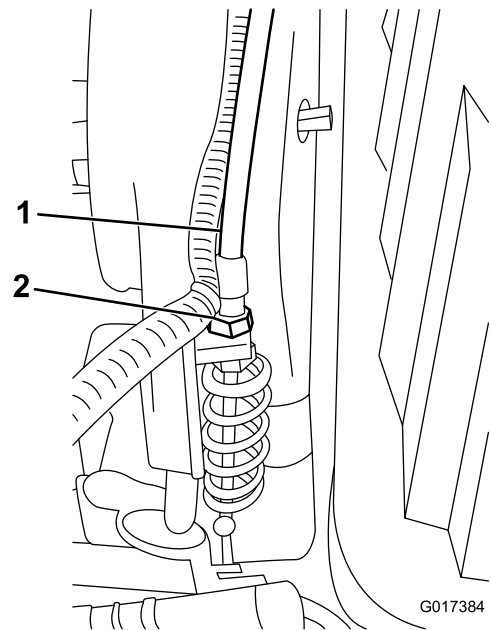

Figura 49
3. En el soporte de la transmisión, ajuste el cable de control del molinete (Figura 49), para obtener una longitud de 70,6–72,4 mm.